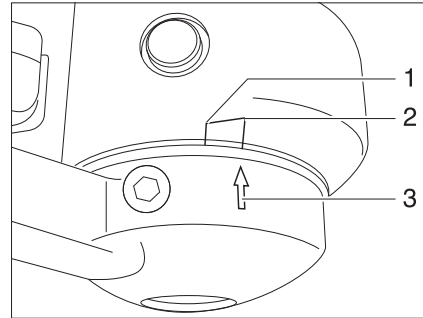

Fig. 164 Forros de fricción
- Cuando la flecha de la arandela de presión (Fig. 164,3) se encuentra delante o en la superficie de marcación (Fig. 164,2) los forros de fricción están todavía nuevos.
- Cuando la flecha de la arandela de presión se encuentra dentro de la superficie de marcación (Fig. 164,1 a 2), los forros de fricción están ligeramente desgastados.
- Cuando la flecha de la arandela de presión se encuentra al final de la superficie de marcación (Fig. 164,1) a la sobrepasa, los forros de fricción están desgastados.